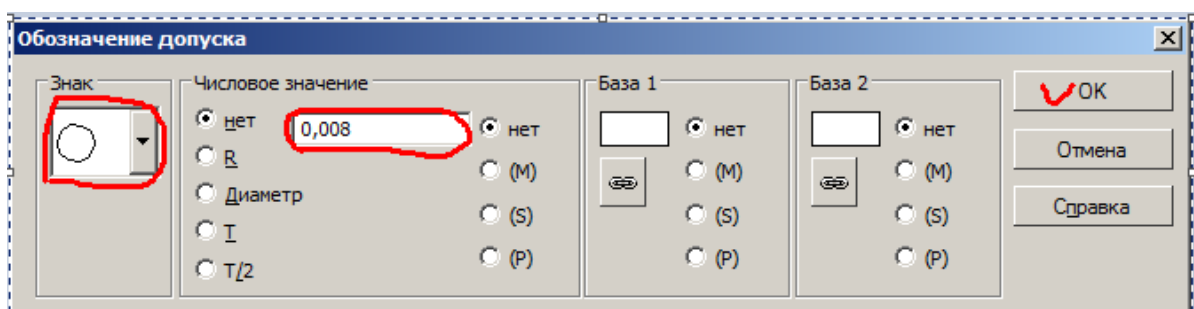

Рис. 44. Диалоговое окно обозначения допуска формы
- щёлкните далее по кнопке **Таблица**. Появится диалоговое окно **Обозначение допуска** (рис. 44);